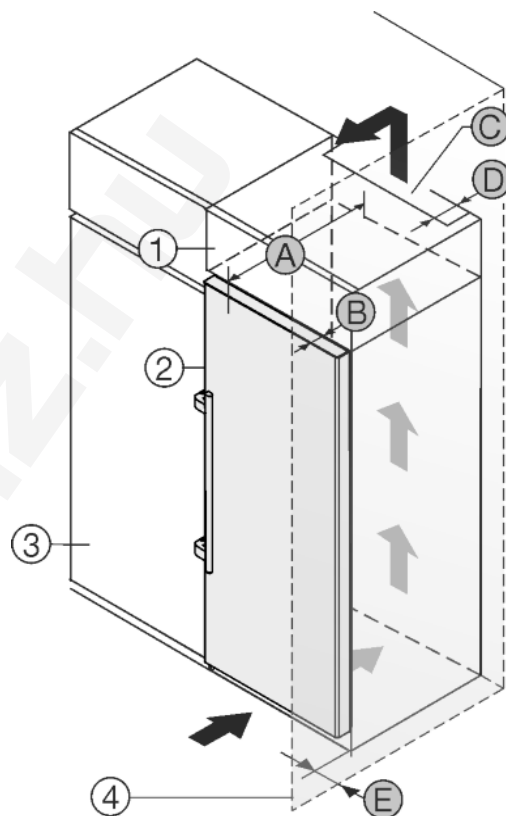

Fig. 28
A készüléket körbe lehet építeni konyhaszekrényekkel. Rá lehet szerelni egy rátétszekrényt Fig. 28 (1), hogy a készüléket Fig. 28 (2) a konyhabútorok magasságához igazítsa.
A készüléket közvetlenül a konyhaszekrény Fig. 28 (3) mellett is felállíthatja. Ahhoz, hogy az ajtókat teljesen ki tudja nyitni, a készüléknek a konyhaszekrény elülső oldalához képest legalább a mélységnek Fig. 28 (B) megfelelően ki kell állnia. A konyhaszekrények mélységétől és a fal távolságtartók használatától függően a készülék nagyobb mértékben is kiállhat.
- A rátétszekrény hátoldalán egy mélységű Fig. 28 (D) szellőző aknát kell a rátétszekrény teljes szélességében kialakítani.
- A mennyezett alatt be kell tartani a szellőző keresztmetszetet Fig. 28 (C).
Mikor a készüléket a csuklópántokkal egy fal Fig. 28 (4) mellett állítja fel, akkor a készülék és a fal közti távolságot Fig. 28 (E) be kell tartani. Ez nyitott ajtó esetén megfelel a fogantyú túlnyúlásának.